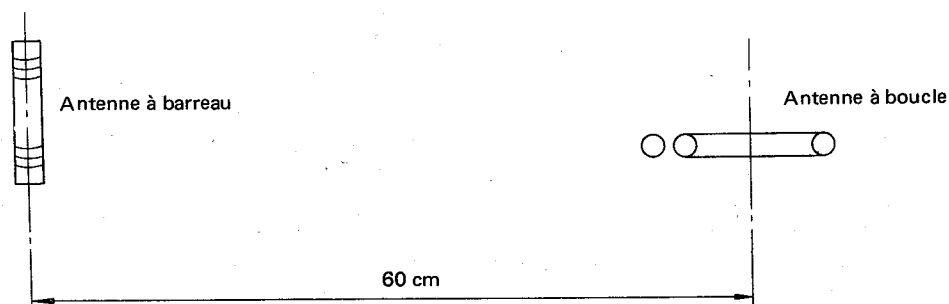

Figure 7
- 2) L'antenne à boucle normale est montée sur le générateur de signal AM et les bobines PO des antennes à boucle et à barreau, doivent être placées dans les conditions normales. (Voir Fig. 7)
- 2) L'antenne à boucle normale est installée sur le générateur de signal AM et les bobines GO des antennes à boucle et à barreau, doivent être réglées dans les conditions normales. (Voir Fig. 7)